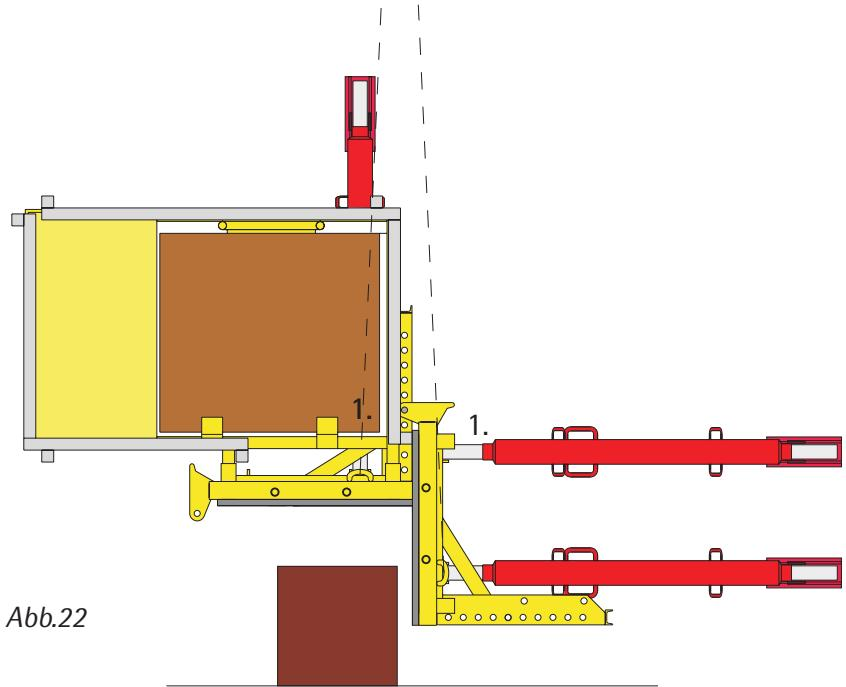

Abb.22
1. Zweisträngiges Krangehängen an den Kranösen anschlagen (Abb. 22).